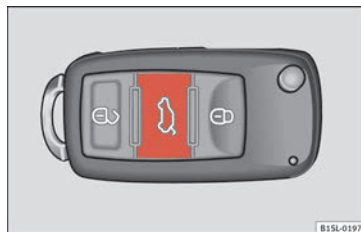

Fig. 37 Sulla chiave del veicolo: pulsante per sbloccare e aprire il portellone.
- Premere il pulsante della chiave del veicolo » **fig. 37** per circa un secondo per sbloccare il portellone posteriore.